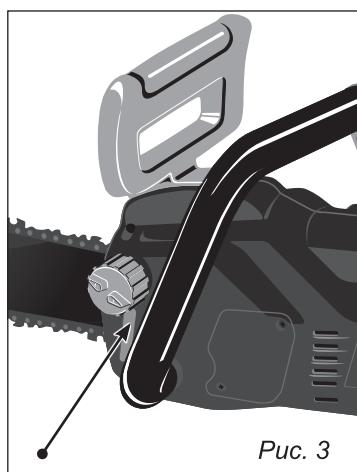

Рис. 3
Проверьте, чтобы напряжение в сети соответствовало указанному на идентификационной табличке на корпусе пилы. Перед началом работы необходимо проверить готовность пилы к работе в соответствии с руководством по эксплуатации. Проверьте так же систему смазки цепи и уровень масла в бачке (рис. 3).
- Следите за уровнем масла в масляном бачке в процессе пиления, уровень масла смотреть в окошечке (*рис. 3*).
Перед началом работы, проверьте автоматическое смазывание цепи и уровень масла (*рис. 3*). Включите цепную пилу и держите ее не касаясь никаких поверхностей и земли, в целях безопасности. Если Вы видите масло на цепи во время дви-